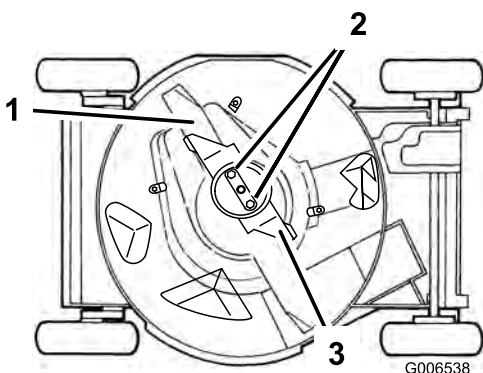

Figure 31
4. Basculez la tondeuse sur le côté **gauche** (filtre à air en haut) (Figure 31).